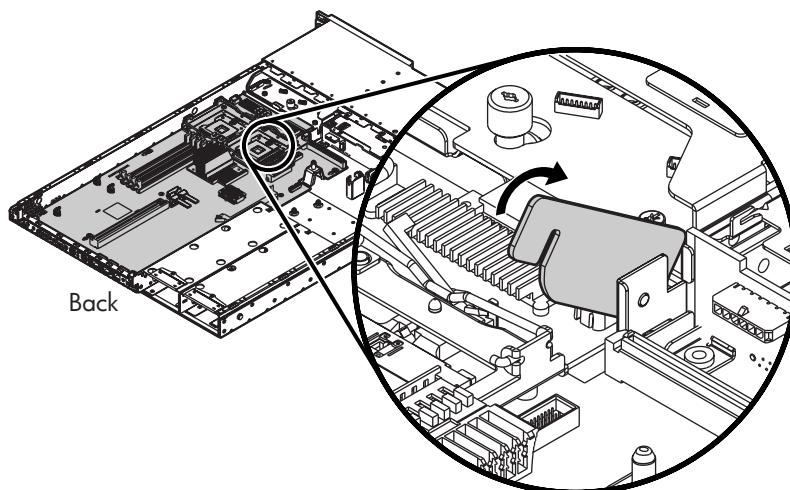

Figure 70 Soulevez-la.
4. Faites pivoter la fiche qui retient le processeur vers le haut (Figure 70).